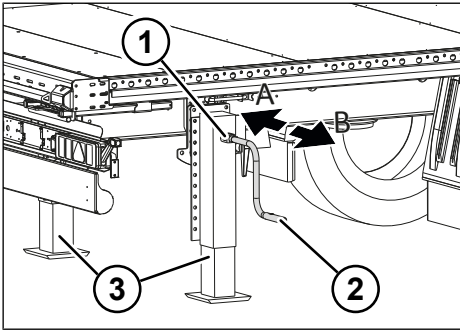

Fig. 5-6: Treptele de sarcină și rapidă a picioarelor de susținere posterioare
- ▶ Cuplați treapta rapidă prin tragerea manivelei spre exterior (vezi "Fig. 5-6: Treptele de sarcină și rapidă a picioarelor de susținere posterioare", pag. 32).
- ▶ Cuplați treapta de sarcină prin apăsarea manivelei în interior (vezi "Fig. 5-6: Treptele de sarcină și rapidă a picioarelor de susținere posterioare", pag. 32).